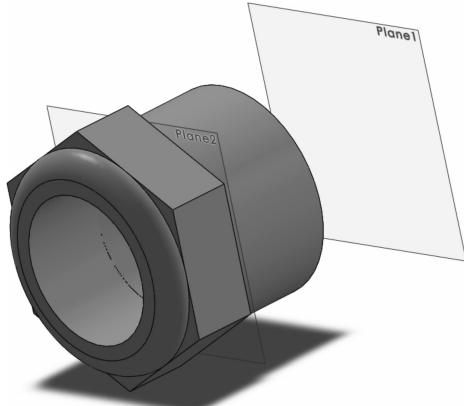

图 15-2 电缆密封套
**步骤2 电缆密封套** 右击任意电缆密封套，选择【打开零件】，如图15-2所示。在提示重新识别特征时单击【取消】。